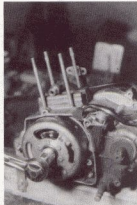
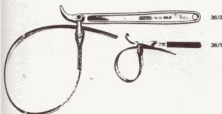

Bild 95
Bild 94
- Zum Lösen der Zentralbefestigungsmutter des Magnetrotors muss der Kurbeltrieb am Mitdrehen gehindert werden. Als geeigneten Gegenhalter kann man entweder einen Bandschlüssel nach Bild 94 verwenden oder nach der Methode vorgehen, die in Bild 95 gezeigt ist. Die Abmessungen der dazu benötigten Teile gehen aus Bild 56.5 hervor. Letztlich ist zu diesem Zweck noch ein einfacher Gegenhalter in Bild 56.4 dargestellt, der sich leicht selbst herstellen lässt und immer dann eingesetzt werden kann, wenn Zylinder und Kolben nicht demontiert sind und der Bandschlüssel nicht zur Hand ist.